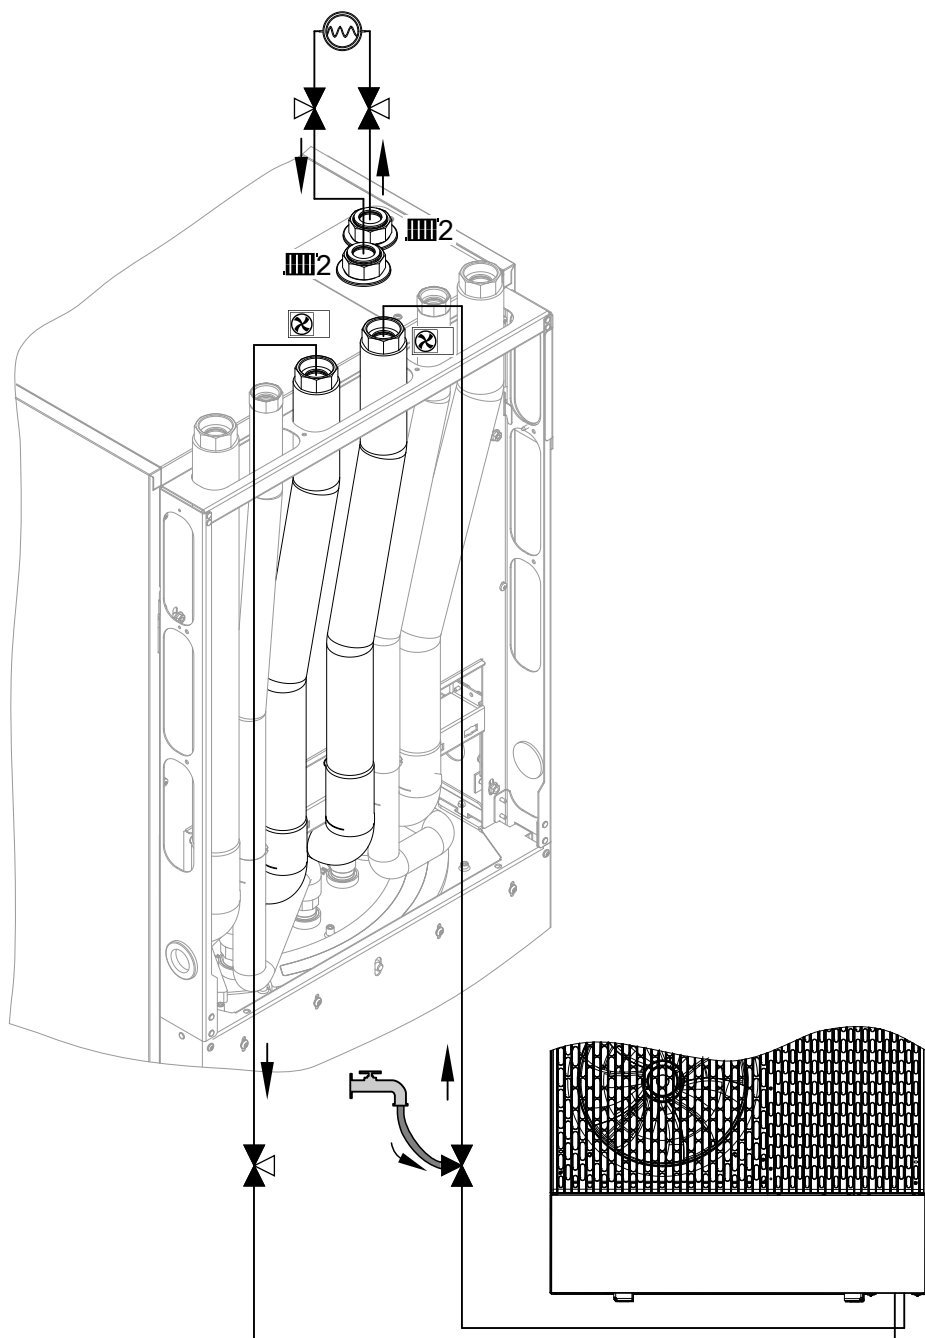

Abb. 77
Beide 3-Wege-Kugelhähne zum und vom Heiz-/Kühlkreis 2 öffnen: Siehe Abb. 77.
3. 3-Wege-Kugelhahn vom Vorlauf Außeneinheit (Heizwassereintritt Inneneinheit) gemäß Abb. 77 öffnen: **Offen in allen Richtungen**
4. 3-Wege-Kugelhahn zum Rücklauf Außeneinheit (Heizwasseraustritt Inneneinheit) öffnen: Siehe Abb. 77.